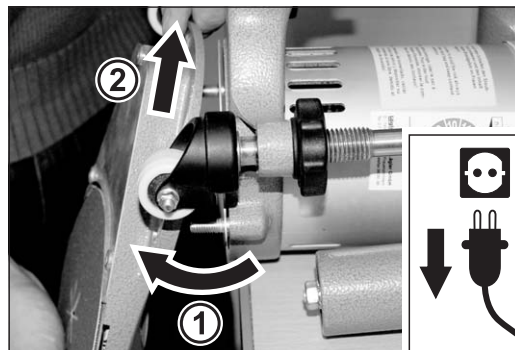

Abb. 37 Den Vorsatz von der Maschine abnehmen.
- Nehmen Sie den Vorsatz von der Maschine (Abb. 37) und legen Sie den Vorsatz mit der Schleifscheibe nach unten ab.